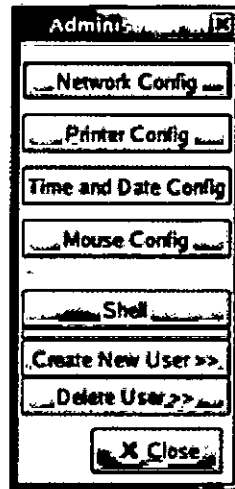

Figura 5: Menú seleccionable del administrador
- Al iniciar la sesión aparecerá una ventana seleccionable (véase Figura 5). Esta ventana le permite ingresar al sistema subyacente 'Shell' (descrito más adelante) y le ofrece las opciones para que pueda realizar algunas tareas de orden y limpieza importantes. Estas tareas incluyen cambiar la Identificación de Inicio de Sesión del Administrador y la Contraseña, agregar usuarios o borrarlos. Cada una de estas tareas se explica en la siguiente sección en más detalle.